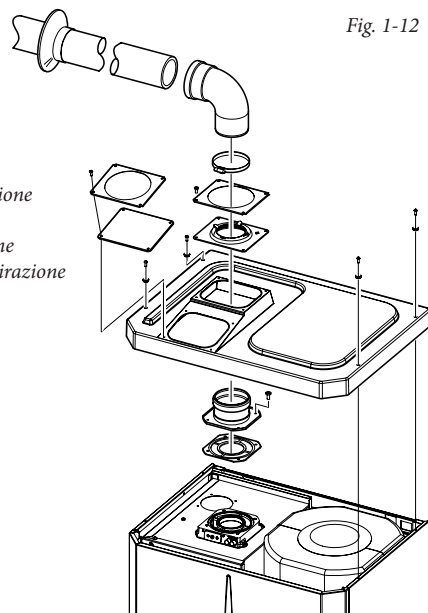

Fig. 1-12
- **Montaggio kit copertura (Fig. 1-12).** Smontare dal foro di aspirazione il tappo e la guarnizione presente. Installare la flangia Ø 80 di scarico sul foro più interno della caldaia interponendo la guarnizione presente nel kit e serrare con le viti in dotazione. Installare la copertura superiore fissandola con le 4 viti presenti nel kit interponendo le relative guarnizioni. Innestare la curva 90° Ø 80 con lato maschio (liscio), nel lato femmina (con guarnizioni a labbro) della flangia Ø 80 sino a portarla in battuta, infilare la guarnizione facendola scorrere lungo la curva, fissarla tramite la piastra in lamiera e stringere mediante la fascetta presente nel kit facendo attenzione di fermare le 4 linguette della guarnizione. Innestare il tubo di scarico con lato maschio (liscio), nel lato femmina della curva 90° Ø 80, accertandosi di avere già inserito il relativo rosone, in questo modo si
Utilizzando il terminale verticale per lo scarico diretto dei prodotti della combustione è necessario rispettare la distanza minima di 300 mm da una grondaia o da un balcone sovrastante. Nel caso di installazione sotto balcone, la quota $X+Y+Z+W$ valutata rispetto ad un balcone sovrastante deve essere uguale o maggiore a 2000 mm (Fig. 1-12). Il termine W è da considerare solo nel caso di balcone sovrastante con balaustra chiusa ($W=0$ in caso di balaustra aperta).